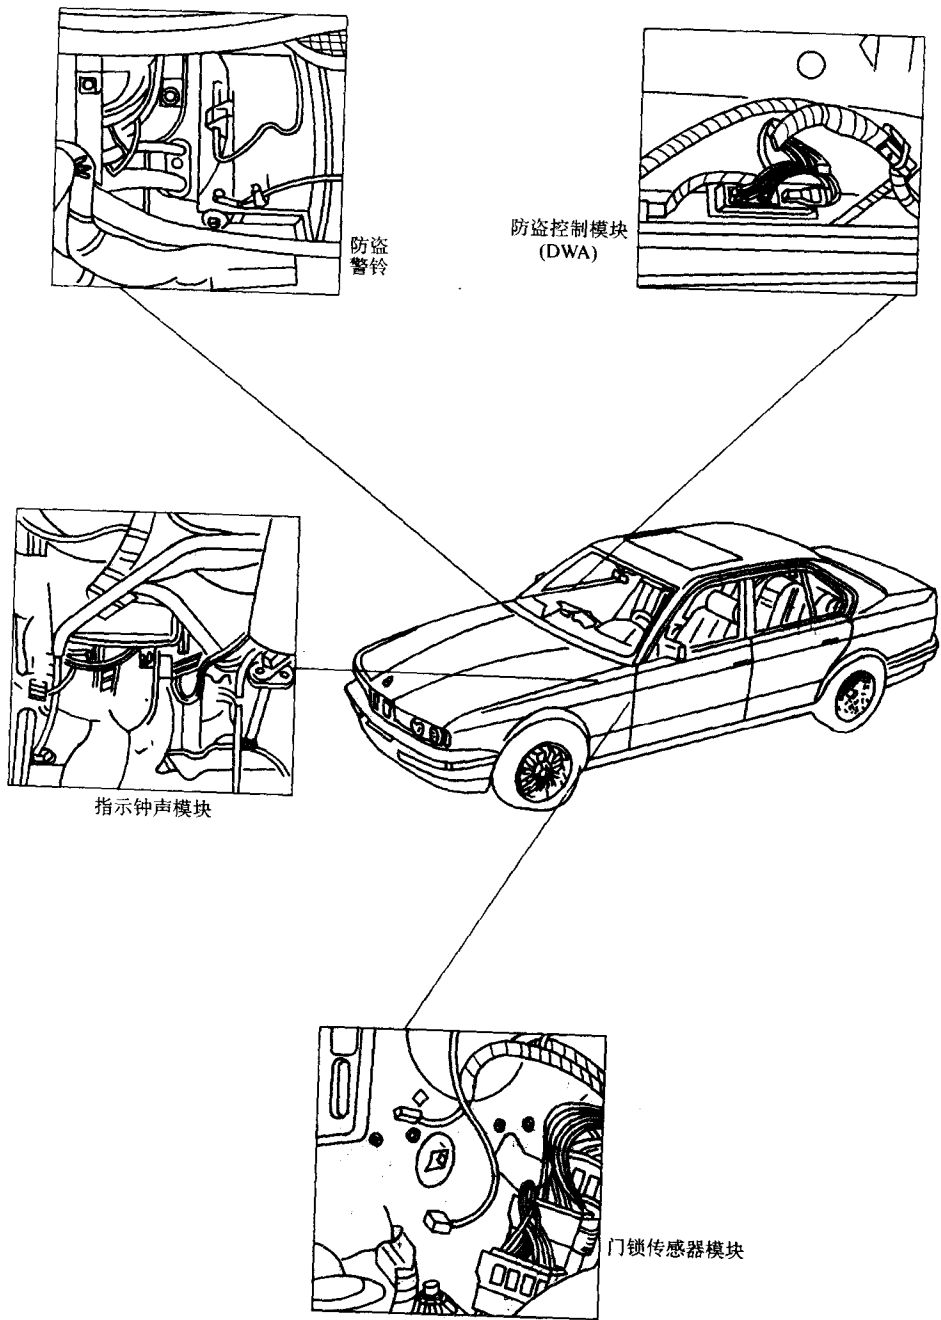

图 7-16 宝马 5 系中央门锁与防盗系统元件位置
- (2) 宝马 5 系中央门锁及防盗系统元件位置, 如图 7-16 所示。